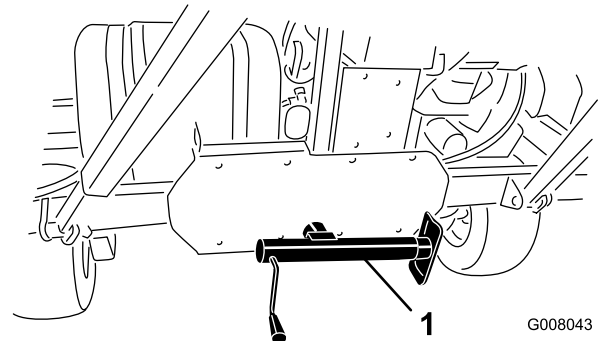

Bild 17
5. Senken Sie den Achsständer auf den Boden ab, um die Maschine zu stabilisieren (Bild 17).